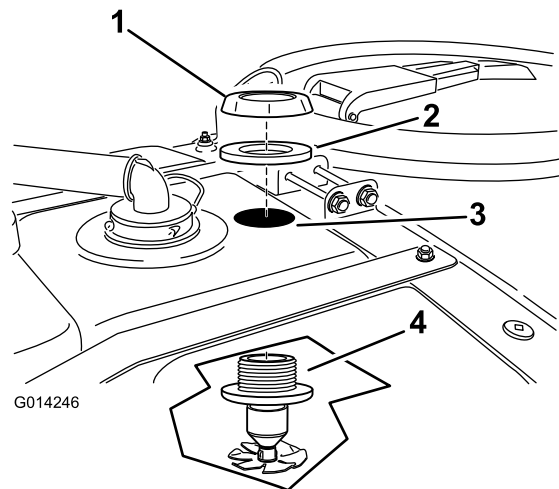

Bild 15
2. Stecken Sie eine Düse durch das gebohrte Loch (Bild 15).
3. Setzen Sie die Bundmutter aus Kunststoff und die Dichtung auf das freiliegende Gewinde des Schotts oben am Behälter (Bild 15). Stellen Sie sicher, dass die Dichtung richtig zwischen der Kunststoffmutter und der Behälteroberfläche sitzt.